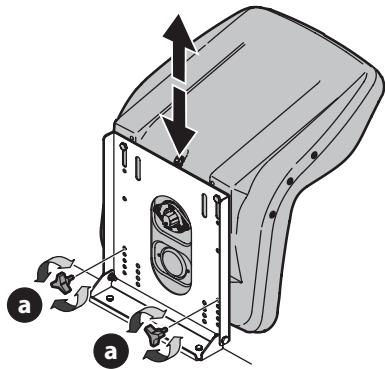

Figure 17
1. Retirez les boutons (a) (Figure 17).
3. Replacez les boutons dans l'un des quatre trous et serrez solidement (Figure 17).